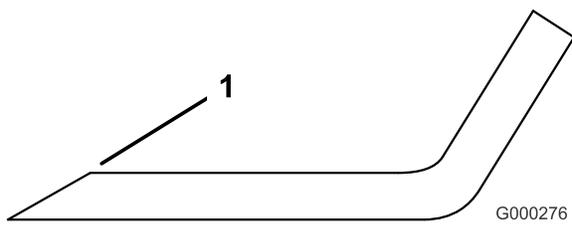

Figure 77
- Au moyen d'une lime, aiguissez les tranchants à chaque bout de la lame (Figure 77). Veillez à conserver l'angle de coupe d'origine. Limez la même quantité de métal sur chacun des deux tranchants pour ne pas déséquilibrer la lame.